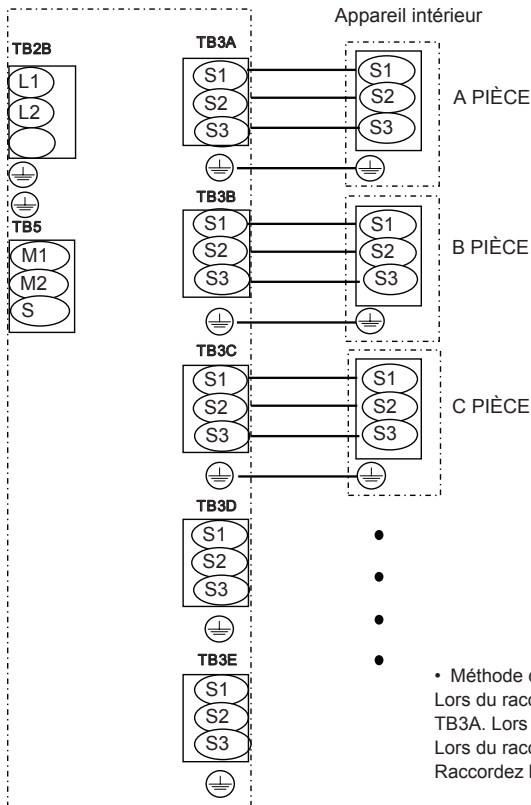

Fig. 8-10
8.2. Procédure de câblage externe (Fig. 8-9, Fig. 8-10)